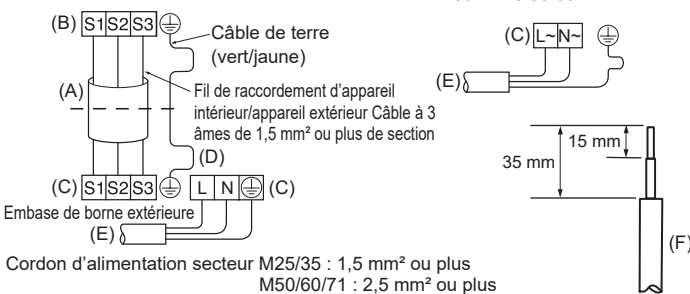
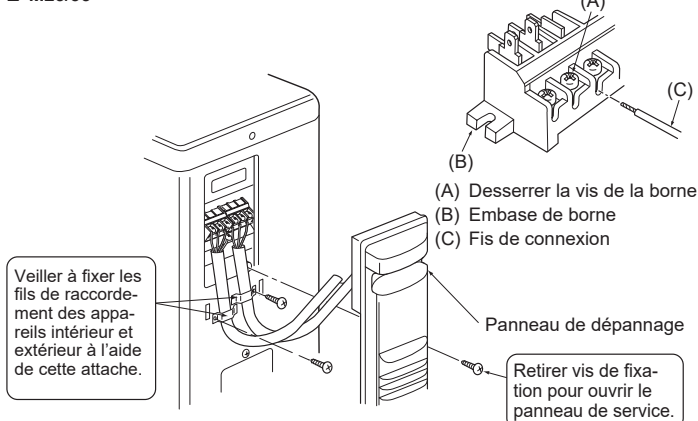
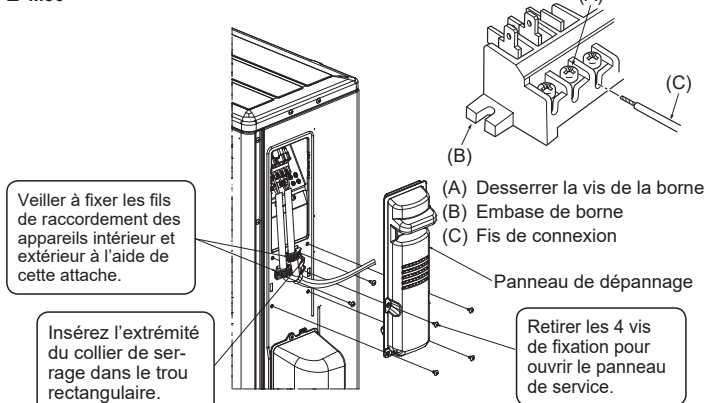
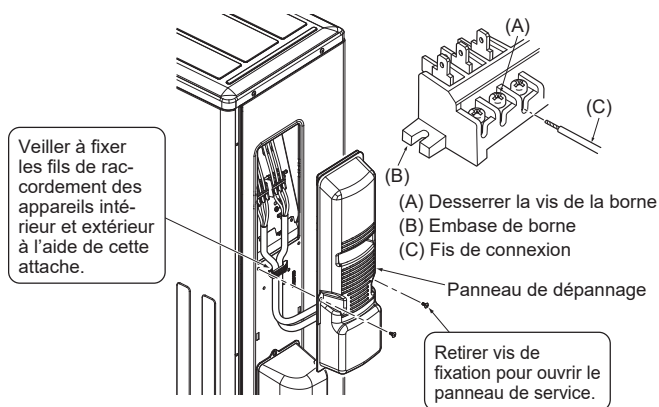

Fig. 6-2
Fig. 6-3
Fig. 6-4
Fig. 6-5
6.1. Appareil extérieur (Fig. 6-1, Fig. 6-2, Fig. 6-3, Fig. 6-4, Fig. 6-5)
(1) Déposez le panneau de service.
(2) Raccordez les câbles conformément aux Fig. 6-1, Fig. 6-2, Fig. 6-3, Fig. 6-4 et Fig. 6-5.
- Effectuez le câblage selon le diagramme en bas et à gauche. (Veuillez vous procurer le câble localement) (Fig. 6-2)